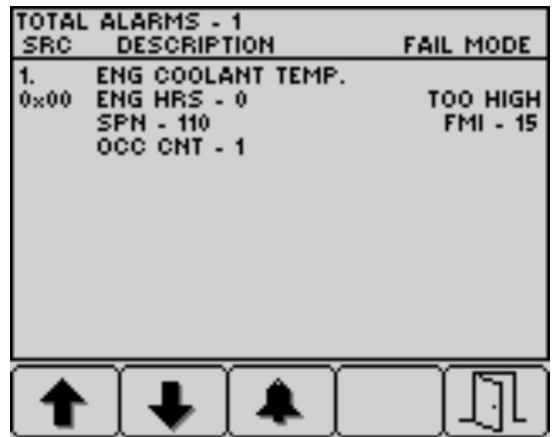

图 39
4. 按按钮 5 可退出故障列表返回主屏幕 图 39。
5. 按按钮 5 可退出故障列表返回主屏幕请参阅 发动机提醒信息 \(页码 28\) 中的 图 39。